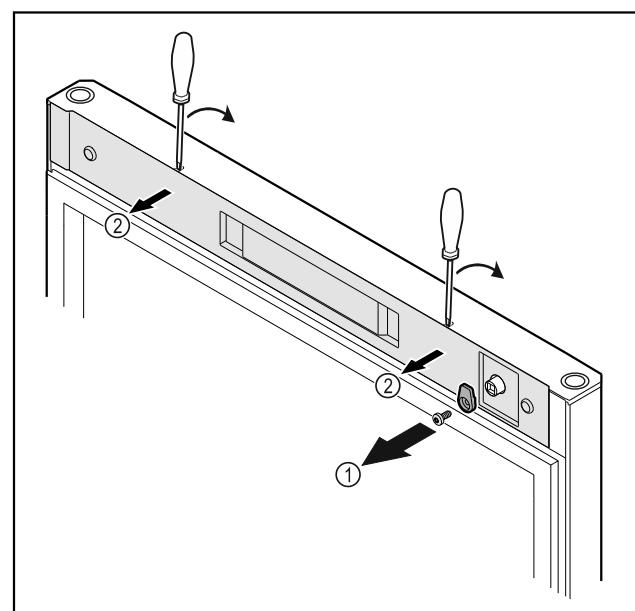

Fig. 52
- ▶ Odvignite kuke za zatvaranje Fig. 52 (1).
- ▶ Odvojite poklopac Fig. 52 (2) malim odvijačem i skinite ga.